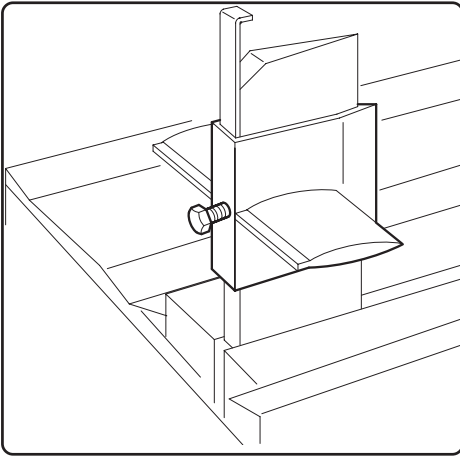

Fig. 9
- 2) Plasser krysskniven på kløyvekniven (Fig. 9).
- 3) Skru fast låseskruen (Fig.9).